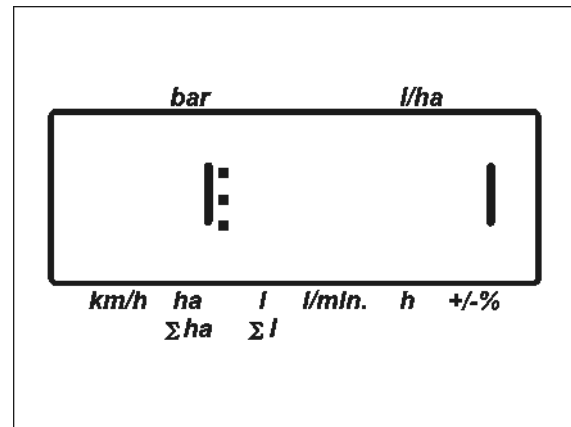
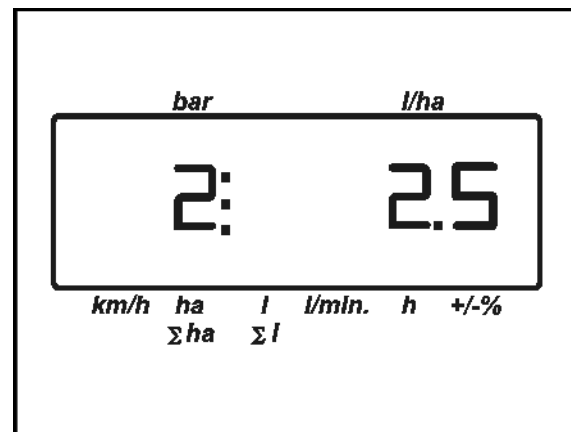

Рис. 6
Рис. 7
- Індикація  : Тип арматури 0, 1 або 2 (Рис. 6).
- 1 – арматура без функції підтримки постійного тиску (TG)
- Індикація  : Константа регулювання тиску (Рис. 7).